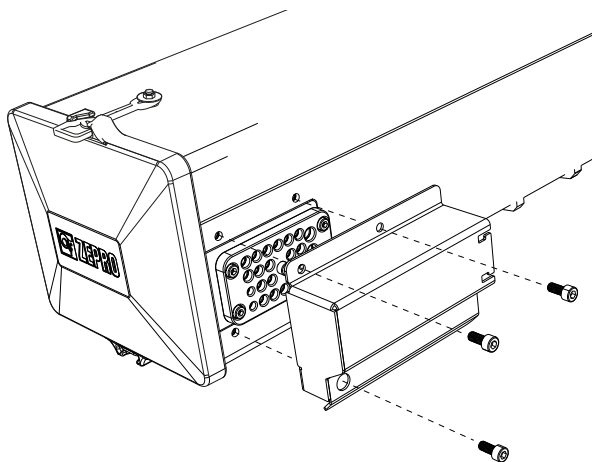

Bild 74. Kabelgenomföringens skyddskåpa sitter monterad med tre skruvar
1. Demontera kabelgenomföringens skyddskåpa, den sitter monterad med tre skruvar, se Bild 74.
2. Montera kabelgenomföringens skyddskåpa med de tre tillhörande skruvarna, se Bild 74. Åtdragningsmoment: 8 Nm.